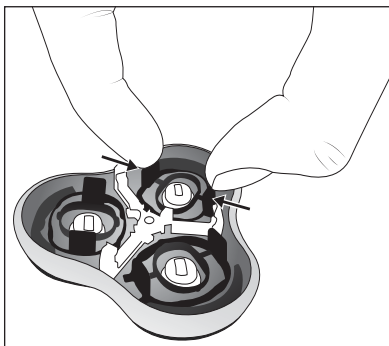

Fig. 3
- 2) Comprima as duas patilhas salientes, respetivamente, e solte os suportes pretos das cabeças de corte para fora dos dispositivos de fixação (ver fig. 3). Pode agora retirar as cabeças de corte e as lâminas.